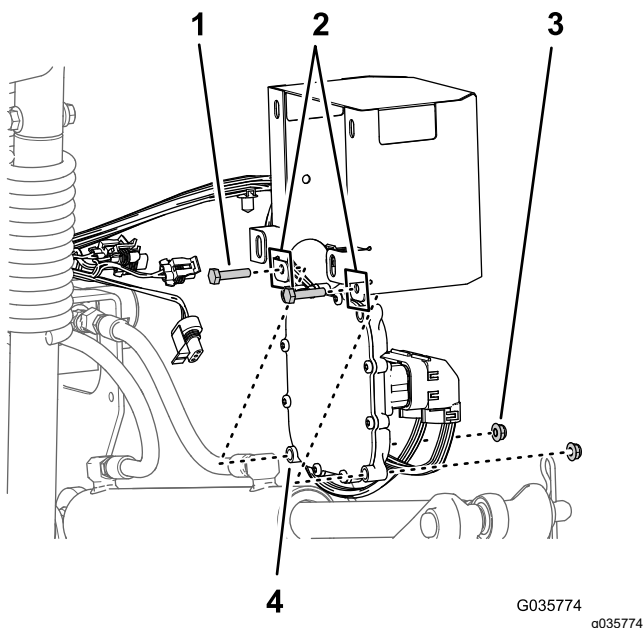

Рисунок 29
1. Совместите электронный контроллер с внутренней частью крышки контроллера так, чтобы нижние наружные монтажные отверстия контроллера были совмещены с отверстиями в нижнем заднем фланце крышки (Рисунок 29).
2. Прикрепите контроллер к крышке с помощью 2 болтов ($\frac{1}{4}$ x $1\frac{1}{8}$ дюйма) и 2 фланцевых контргаек ($\frac{1}{4}$ дюйма), как показано на Рисунок 29.